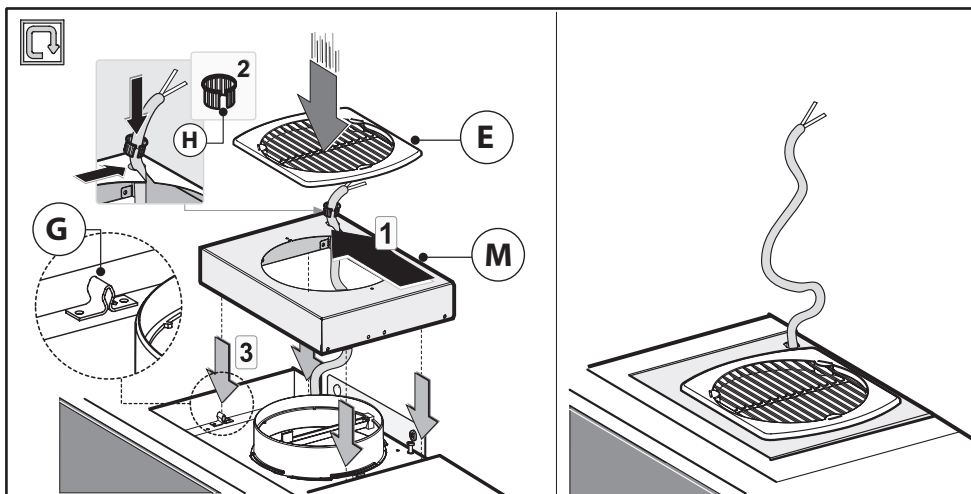

Fig.6
- Far passare il cavo di alimentazione sull'asola del cupolino **M** indicata in Fig.6.
che si agganci perfettamente ai perni di fissaggio **G** (Fig.6).